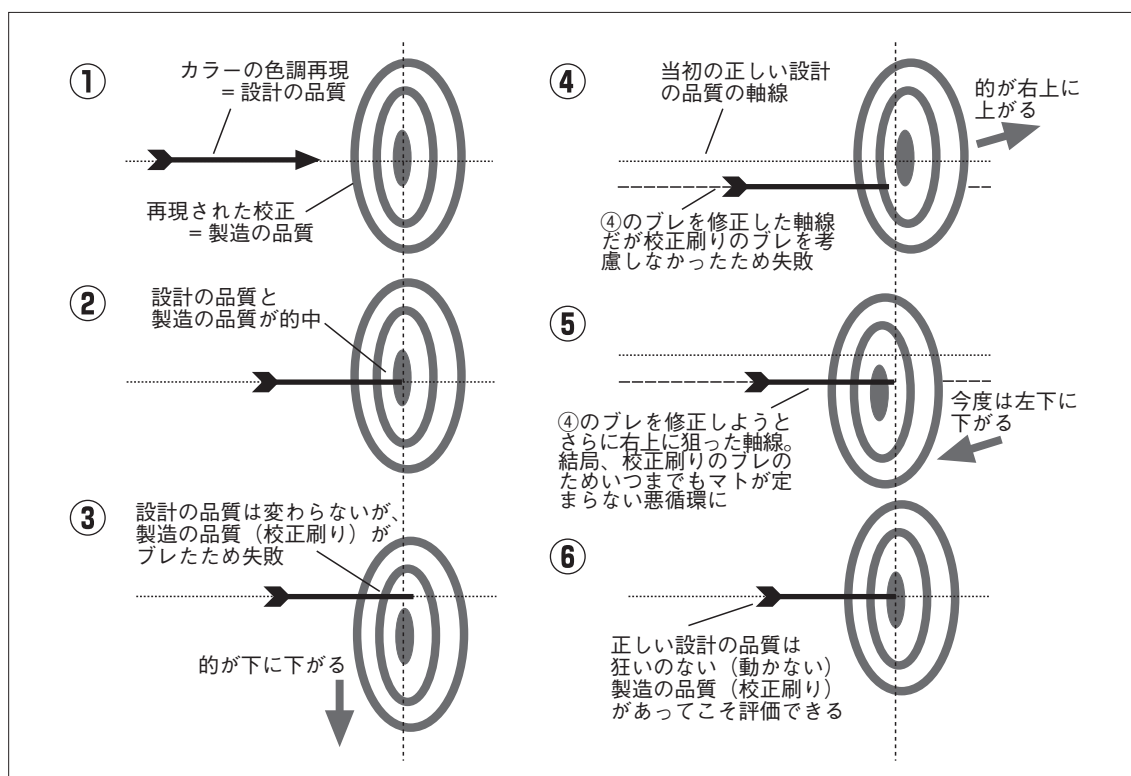

図 2-1 設計の品質と製造の品質＝狙いの矢と的
色校正における品質管理の問題点を、この「設計の品質」を矢として、「製造の品質」を的^{まと}に例えて説明します（図 2-1 参照）。
画像処理担当の DTP オペレーターがカラー原稿データと作成意図をイメージして色調整をした、これが矢である設計の品質で、その色調を再現した校正刷りが的^{まと}になります。これが一致していれば初校・責了となるはずですが（図 2-1 ①と②）。しかし狙いは良かったのですが、色校正が正しく出力されていなかったで「的^{まと}が動いてしまって」矢は的中しませんでした（図 2-1 ③）。ここで品質管理が問われるのですが、的^{まと}が動いた＝校正の変動を濃度管理などで把握していれば、本来の校正再現が予測でき、矢の狙いが正しいかどうかわかります。しかし校正の良否を判定せず、変動している校正の色を見て設計（矢の狙い）を直してしまったので、当然矢の軸線が左下に下がり、なおかつ再校での校正の的^{まと}も動いてしまいました（図 2-1 ④）。
同様のケースで色調再現を評価する立場のクライアント自身も明確な仕上がりイメージがないことから、初校時の再現にあれこれと赤字を入れ、矢の狙いを変更させることも多く、これらを2回も3回も繰り返すことになります（図2-1⑤）。その結果、最終的にはクライアントも営業担当者も本来求めている印刷再現がわからなくなってしまうようなことが日常的に行われています。そして煮詰まった時に「初校に戻す」と言うのです。つまり、印刷会社はそれほどクライアントのイメージとは違った初校は出していなかったにもかかわらず、結果的に初校校正のブレ振幅を拡大させ、再校、三校にしてしまったのです。